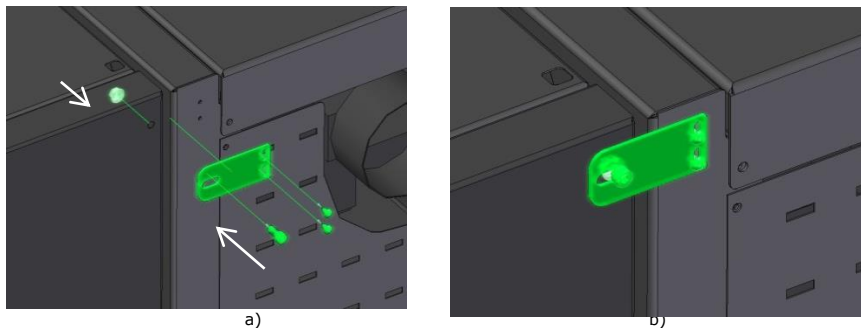

Figura 16 - Fissaggio posteriore del silo alla caldaia
- a questo punto, con le lampade dei due sensori accese, allontanare il sensore dal pellet e verificare che le lampade si spengano (Figura 16-a), quindi riavvicinarlo e verificare che la lampade si accendano quando si avvicina al pellet (Figura 16-b)